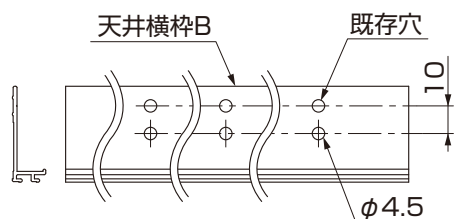
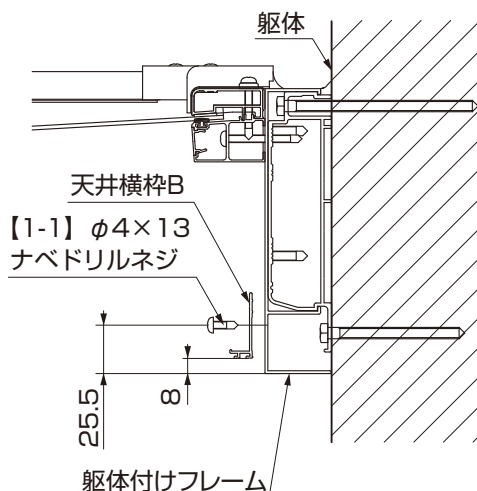

図4-8 躯体付け施工の場合の
図4-9 躯体付けフレーム施工の場合
③躯体取付けフレーム施工の場合は、天井横枠Bにφ4.5の穴をあけ、躯体付けフレームにφ3.5の下穴をあけて、天井横枠Bを【1-1】で取付けてください。(図4-8、図4-9参照)
- 躯体付けフレーム施工の場合は、【1-1】を手締めで取付けてください。(図4-9参照)
④2スパン以上取付けの場合は、調整フレームを中間フレームの側面に合わせて【1-1】で取付けてください。